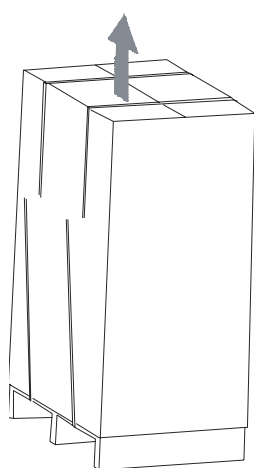

Fig. 1
- 1) Coupez la sangle d'emballage et levez le carton d'emballage verticalement pour l'enlever (voir Fig. 1).